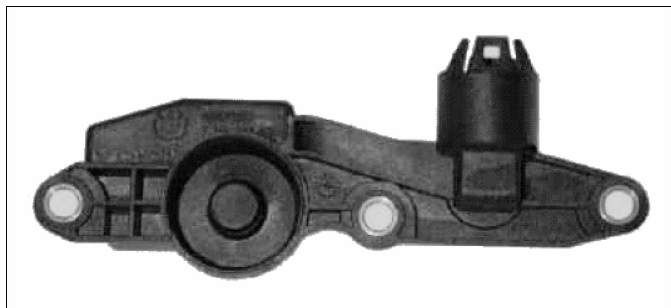

图 1-22 偏心轴传感器
(1) 作用 宝马发动机偏心轴传感器（图 1-22）在装备电子气门控制系统时探测偏心轴的位置。偏心轴调整凸轮轴，使得在每种运行状态下都能达到最佳的进气门升程（进气门升程可无级调整）。偏心轴由电子气门控制伺服电动机调整。
(2) 原理 偏心轴传感器装备了两个相互独立的具有相反特性线的角度传感器。偏心轴传感器根据磁阻效应原理工作。铁磁导体在磁场的作用下改变其电阻。该传感器采用冗余设计结构。两个传感器元件安装在一个壳体内。一个传感器承担引导任务，该任务由参考传感器监控。